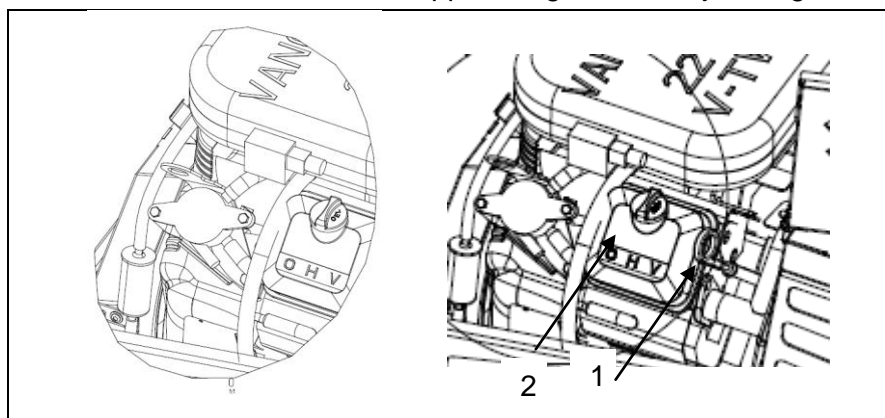

Fig. 6-2: Oljepeilepinne
1. Trekk ut oljepeilepinnen (Fig. 6-2-(2)) og tørk den ren med en ren klut.
1. Skru ut oljeskruen (Fig. 6-2-(1)). Trekk ut oljepeilepinnen (Fig. 6-2-(2)) for å gjøre det lettere å fylle på olje.